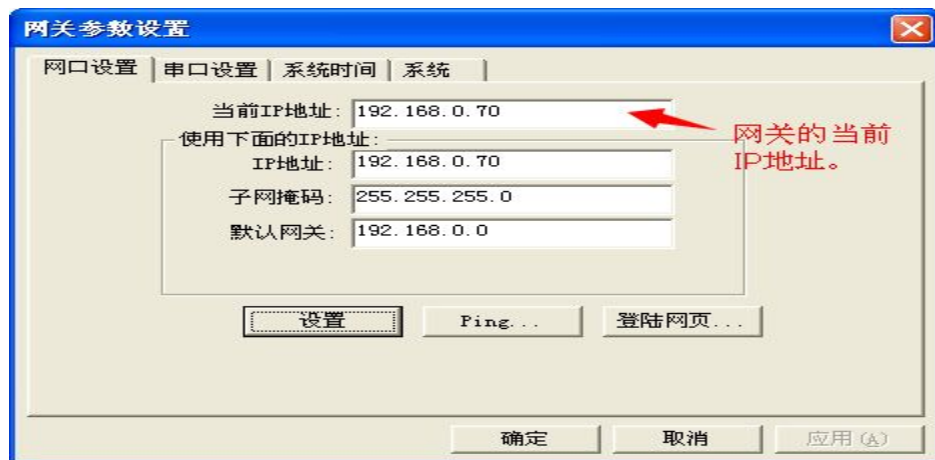

图 3-10-2 网口设置
**网口设置：**可以更改硬件网关的 IP 地址，网关出厂默认 IP 地址为 192.168.1.88，子网掩码默认为 255.255.255.0，默认网关 192.168.1.1，设置完成点击确定即可。“Ping”功能测试 ping 当前 IP 地址是否成功。“登陆网页功能”可以登陆到网关所在的 WEB 服务器上，如下图 3-10-2。